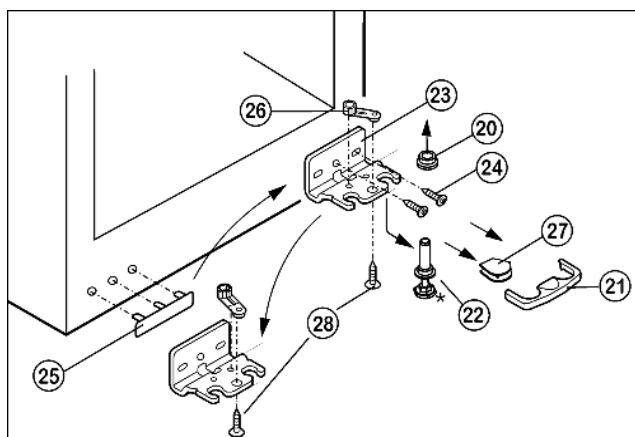

Fig. 5
- ▶ Wyjąć zabezpieczenie Fig. 5 (21) do przodu.
- ▶ Zdjąć osłonę Fig. 5 (27).*
- ▶ Wkręcić nóżkę Fig. 5 (22) do końca.
- ▶ Wyciągnąć sworzeń zawiasu Fig. 5 (22) do przodu i w dół. Zwrócić przy tym uwagę na tuleję zawiasu Fig. 5 (20).
- ▶ Odkręcić płytkę zawiasu Fig. 5 (23)(2 x Torx 25) Fig. 5 (24).
- ▶ Odkręcić element zawiasu Fig. 5 (26)(1 x Torx 25) Fig. 5 (28), przelożyć do przeciwległego otworu mocującego płytki zawiasu i tam dokręcić.
- ▶ Ostrożnie podważyć i przelożyć osłonę Fig. 5 (25) od strony uchwyty.
- ▶ Przykręcić płytkę zawiasu Fig. 5 (23) przez zewnętrzny otwór podłużny i otwór okrągły po nowej stronie zawiasu, używając ew. wkrętarki akumulatorowej.
- ▶ Założyć osłonę Fig. 5 (27) po przeciwległej stronie.*
- ▶ Zabezpieczenie (21) musi zablokować się z boku w płytce zawiasu, aby płytka i drzwi były prawidłowo zabezpieczone.
- ▶ Założyć zabezpieczenie (21) z powrotem na płytkę zawiasu.
- ▶ Założyć tuleję zawiasu Fig. 5 (20).
- ▶ Założyć drzwi od góry na dolny sworzeń zawiasu Fig. 5 (22).
- ▶ Przełożyć środkową śrubę płytki zawiasu dolnego Fig. 5 (23) do wolnego otworu wzdłużnego.
- ▶ Korzystając ew. z obu podłużnych otworów w dolnej płytce zawiasu Fig. 5 (23) ustawić drzwi w jednej linii z obudową urządzenia.